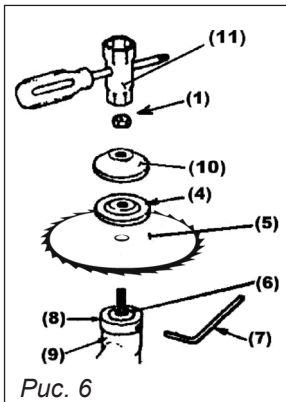

Рис. 6
## 5.4. Установка дискового ножа (рис.6)
1. Установите на выходной вал редуктора (2) внутренний, а затем прижимной фланец (см. рис.6).
2. Зафиксируйте вал от проворота с помощью ключа (11) (см. рис.6), закрутите кассету с леской (3) против часовой стрелки до упора.